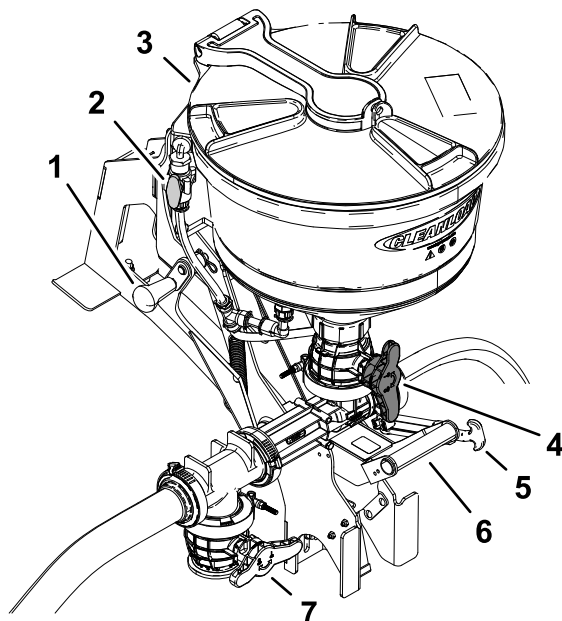

Рисунок 41
- Используйте нижнюю рукоятку для опускания эдуктора (Рисунок 41).
- Откройте крышку, чтобы убедиться в отсутствии инородных предметов, которые могут препятствовать работе или загрязнять систему (Рисунок 41).
- Откройте клапан бункера (красная рукоятка), расположенный в нижней части бункера (Рисунок 41).
- Откройте клапан бункера (Рисунок 41).
- B. Откройте промывочный клапан и промойте бункер эдуктора в течение 20 секунд (Рисунок 41).
- C. Закройте промывочный клапан (Рисунок 41).
6. Поднимите эдуктор и закрепите его транспортировочной лентой (Рисунок 41).
7. Закройте отсечной клапан эдуктора и клапан бункера (Рисунок 41).
3. Закройте и зафиксируйте крышку эдуктора, повернув по часовой стрелке (Рисунок 41).
6. Верните эдуктор в транспортное положение и закрепите его транспортировочной лентой (Рисунок 41).